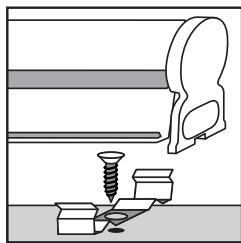

Рисунок 2
- Для крепления светильника к выбранной поверхности используйте крепежные изделия, поставляемые в комплекте со светильником (Рисунок 2).